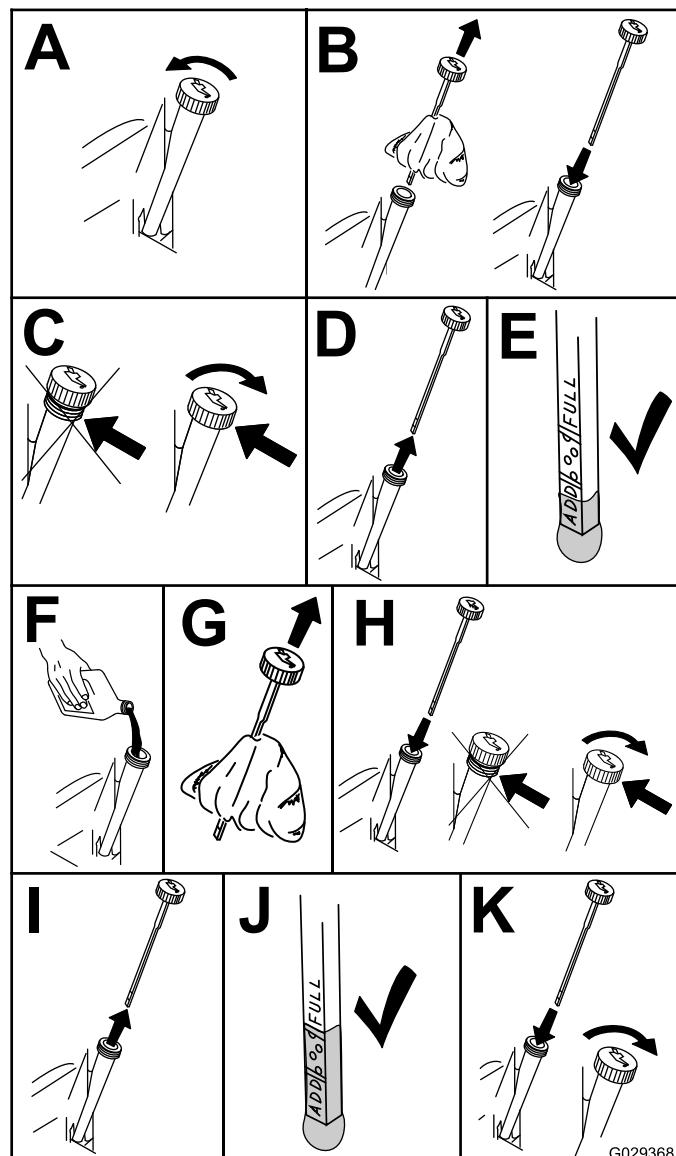

Figura 31
- Compruebe el nivel de aceite del motor (Figura 31).